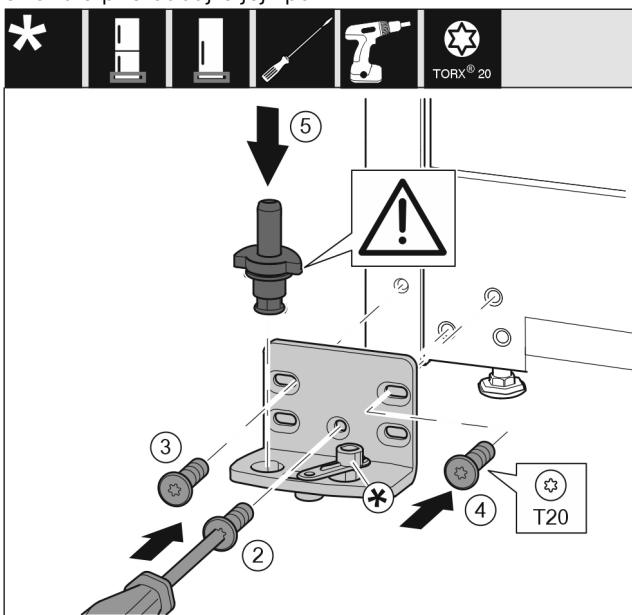

Fig. 15
- ▶ Nasadte stojan ložiska na druhé straně a přišroubujte pomocí šroubováku. Začněte šroubem Fig. 15 (2) dole uprostřed.
- ▶ Utáhněte šroub Fig. 15 (3) a šroub Fig. 15 (4).
- ▶ Zcela vložte ložiskový čep Fig. 15 (5). Přitom dávejte pozor, aby zajišťovací vačka směřovala dozadu.